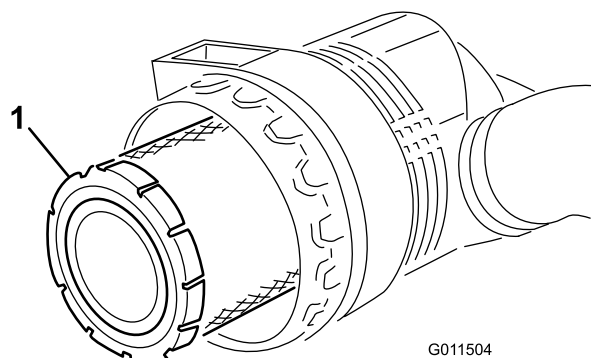
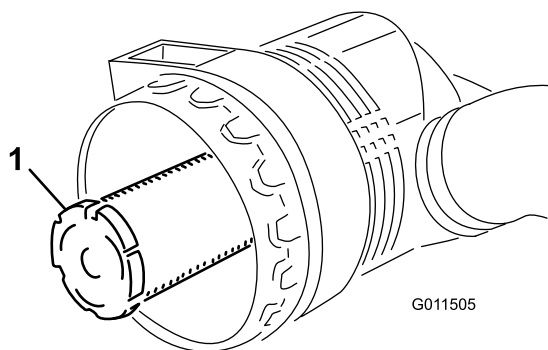

Figura 48
Figura 49
3. Retire el filtro primario (Figura 48). No se recomienda limpiar el elemento usado debido a la posibilidad de causar daños al medio filtrante. Asegúrese de que el filtro nuevo no ha sido dañado durante el transporte, comprobando el extremo sellante del filtro y la carcasa. No utilice el elemento si está dañado. **No** retire el filtro de seguridad (Figura 49).
Importante: No intente nunca limpiar el filtro de seguridad (Figura 49). Sustituya el filtro de seguridad por uno nuevo después de cada tres lavados del filtro primario.
4. Cambie el filtro primario (Figura 48).